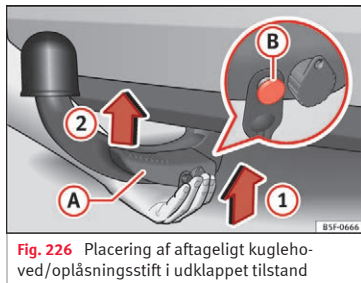

Fig. 226 Placering af aftageligt kuglehoved/oplåsningsstift i udklappet tilstand
- Hold fast i det aftagelige kuglehoved **nedfra** » Fig. 226, og sæt det ind i holderen til